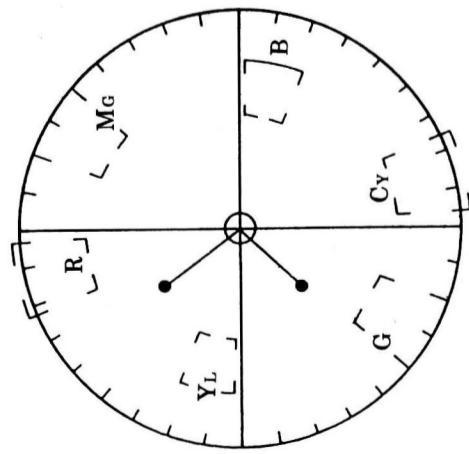

图 66
④如果没有色温变换滤色器，可使用日光源；
⑤调节 AWT(R-Y 增益)和(B-Y 增益)控制 VR103 和 VR104，使色矢量移至矢量仪显示屏中央，如图 66 所示。